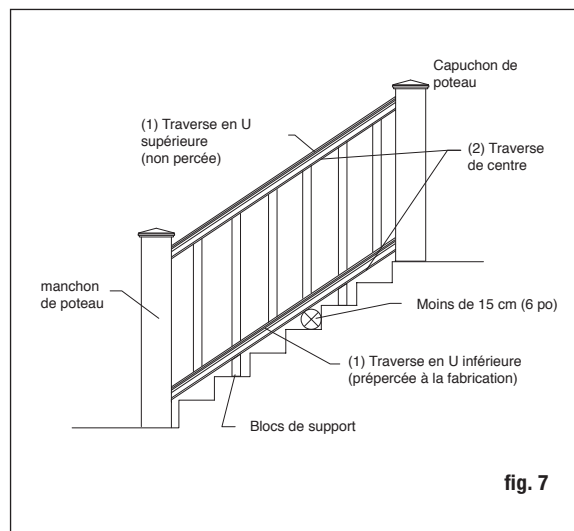

fig. 7
**Étape 6** Assemblez la traverse de centre inférieure et l'assemblage du bloc de support. Placez la traverse inférieure entre les poteaux. Vérifiez les exigences du code de la construction pour l'espacement maximum sur un escalier, typiquement moins que 15 cm (6 po). Une balle de 15 cm (6 po) ne peut passer par le triangle formé par la traverse du bas, le giron et la contremarche (fig. 7). Il faut un bloc de support à tous les 61 cm (2 pi) de centre à centre. Taillez les blocs de support à la hauteur voulue et prépercez des trous de 1/8 po au bon endroit. Les trous devraient être centrés sur la traverse de centre pour que les blocs de support s'ajustent correctement. Utilisez les raccords de blocs de support et attachez les blocs de supports sous la traverse de centre.